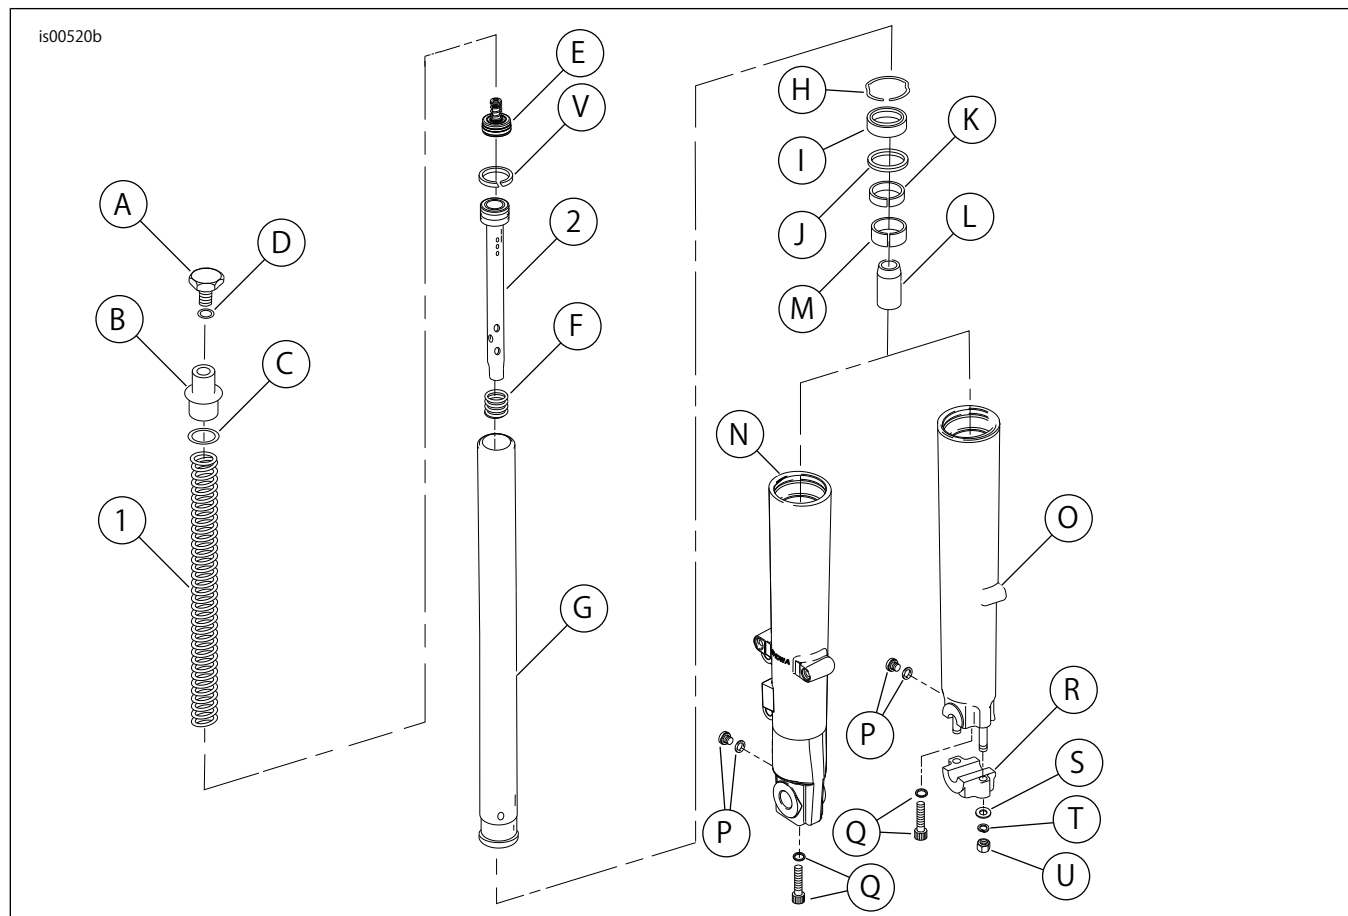

図6。交換用パーツ:ツーリングフロントロアリングキット
2. 「図6」を参照してください。ナット(U)、ロックワッシャー(T)、フラットワッシャー(S)、および軸ホルダー(R)をフォークスライダー(O)先のスタッドから外します。
ステップ4~16の手順については、「図6」を参照してください。
以下の手順については、図6を参照してください。